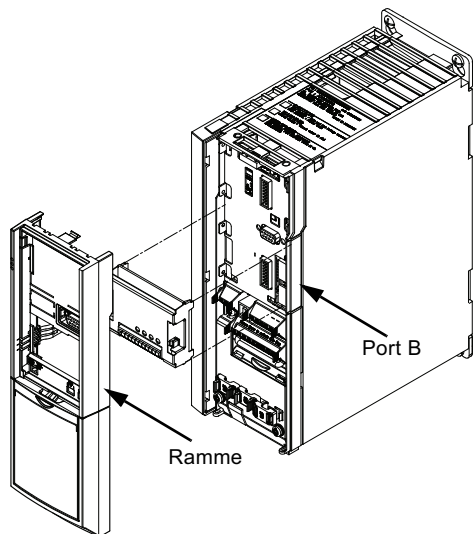

Fig. 3 Kapsling A2, A3 og B3
2. Fjern betjeningspanelet, klemmeafdækningen og rammen fra CUE. Se fig. 3.